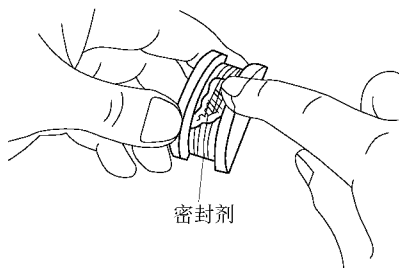

图 1-75 将气缸盖安装面涂敷密封剂
1) 将半圆形螺塞的气缸盖安装面涂敷密封剂，如图 1-75 所示，将半圆形螺塞装到气缸盖上。